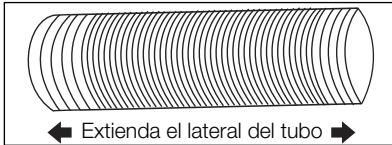
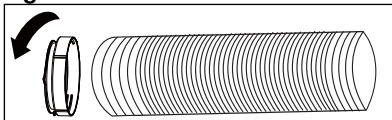

Fig. 5
Fig. 6
3. Extienda cualquiera de los lados del tubo (Fig. 5) y enrósque el tubo al adaptador A (Fig. 6).